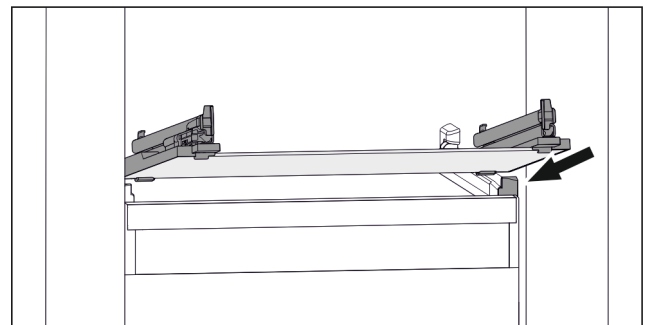

Fig. 98 Lasihyllyn esimerkinomainen kuvaus
- ▶ Aseta lasihylly vinosti rajoittimien taakse. (katso Fig. 98)